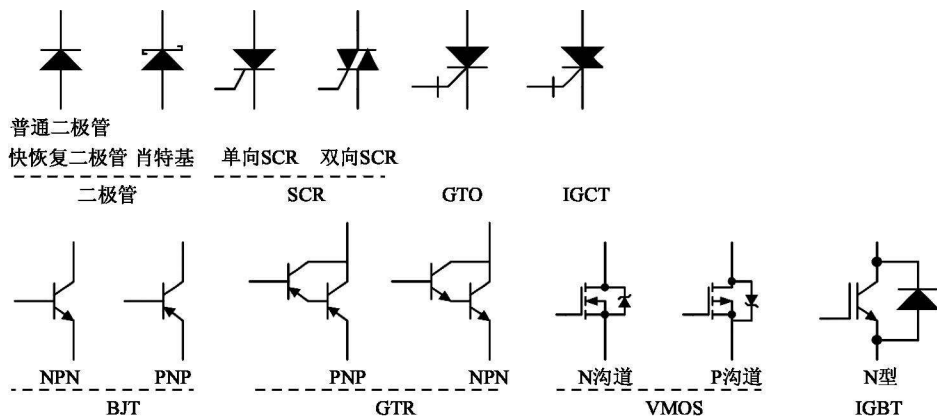

图 1.2 半导体功率开关的电路符号
(1) 二极管(Diode):开关状态由主电路(功率电路)自身控制,因此又称为被动开关、不可控开关。
(2) 可控硅(Silicon controlled rectifier):又称为 Thyristor(半导体闸流管),能够被低功率的控制信号打开,但只能由主电路(功率电路)自身来关断而不能被控制信号关断,因此又被称为半可控开关。
(3) 可控开关(Controllable switch):开通与关断都能由低功率的控制信号实现。目前,商品化的半导体可控开关包括 GTO、IGCT、BJT 与 GTR、IGBT、VMOS(缩写含义参见附录 1),其电路符号如图 1.2 所示。